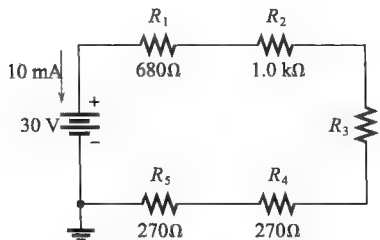

图 4-81 习题 39 图
39. 在图 4-81 所示的电路中, 请确定未知电阻值 (R_3)。